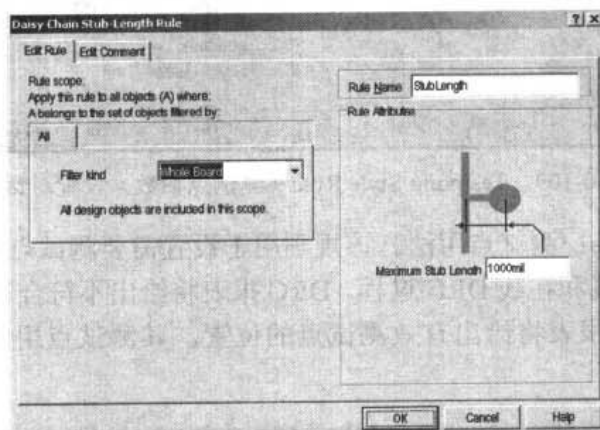

图 10-112 Daisy Chain Stub Length 设置对话框
- **Daisy Chain Stub Length:** 该规则用于设置菊花链拓扑结构中网络连线的支线最大长度。其 Daisy Chain Stub-Length Rule 设置对话框如图 10-112 所示。在 Maximum Stub Length 处，可输入设置值。